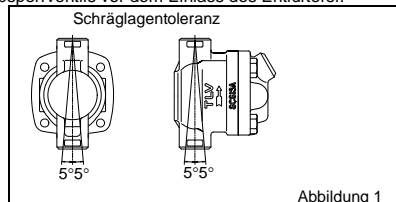

Abbildung 1
- Dieses Produkt ist innerhalb der in Abbildung 1 gezeigten Schräglagentoleranzen vertikal einzubauen, mit dem Einlass unten und dem Auslass oben.